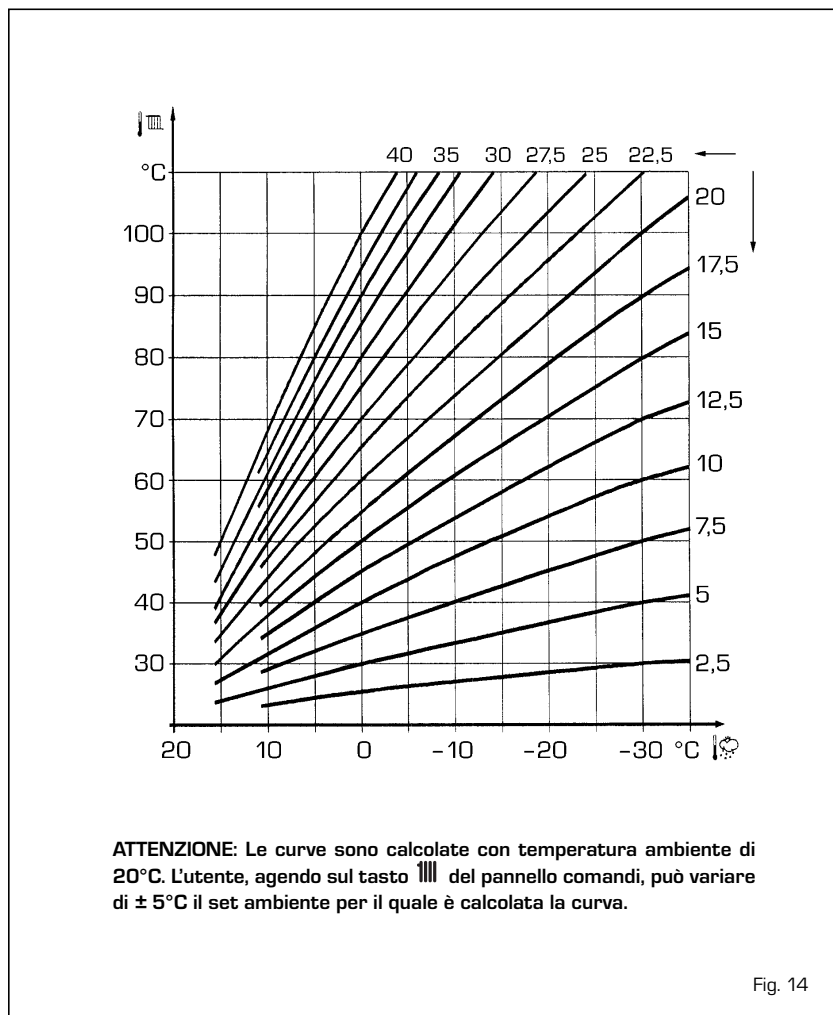

Fig. 14
3.3 Sonda esterna COLLEGATA (fig. 14)
La curva climatica da impostare è selezionabile da un valore 3 a 40 (a step di 1). Aumentando la pendenza rappresentata dalle curve di fig. 14 si incrementa la temperatura di mandata impianto in corrispondenza alla temperatura esterna.